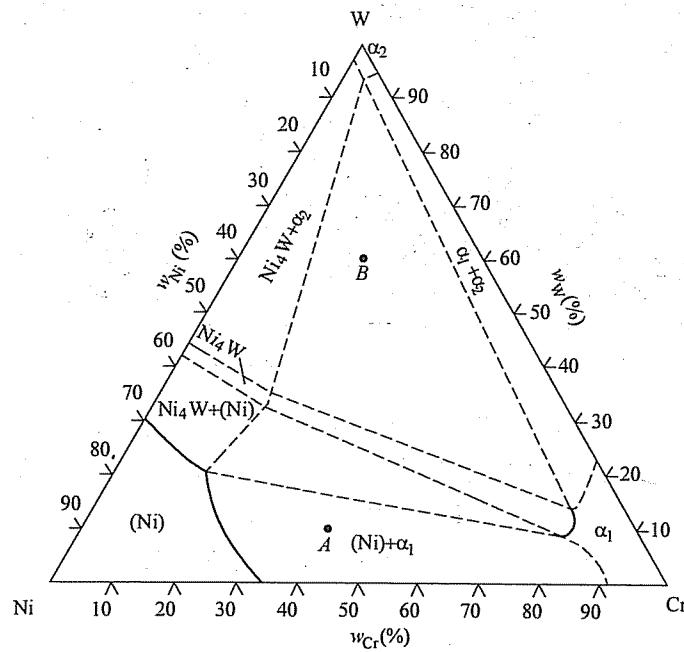

图 25-5 第五题图
- 五、(共 15 分) W-Cr-Ni 三元合金 800℃ 等温截面图如图 25-5 所示。